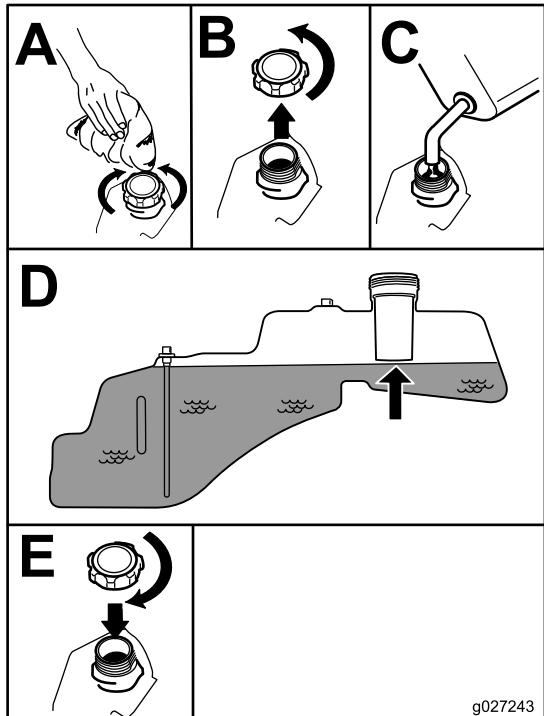

Figure 8
- 5. Remplissez le réservoir de carburant jusqu'à la base du goulot de remplissage (Figure 8).**